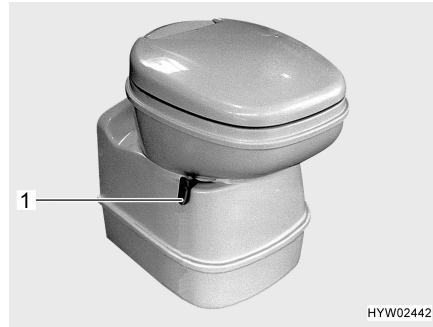
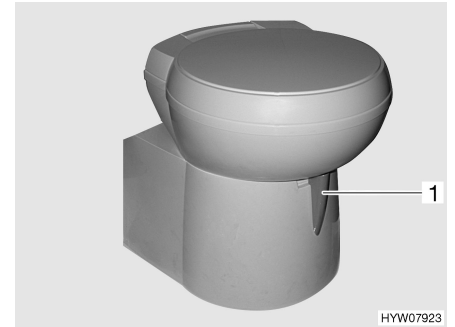

Fig. 93 Cuvette Thetford, orientable
Fig. 94 Cuvette Thetford, orientable (alternative)
- Avant d'actionner la chasse d'eau, ouvrir le curseur des toilettes Thetford. Pousser pour cela le levier du curseur (Fig. 93,1 ou Fig. 94,1) dans le sens inverse des aiguilles d'une montre.
- Tourner le levier du curseur (Fig. 93,1 ou Fig. 94,1) dans le sens des aiguilles d'une montre. Le curseur se ferme. Pour la vidange il **faut** que le curseur des toilettes Thetford soit fermé.